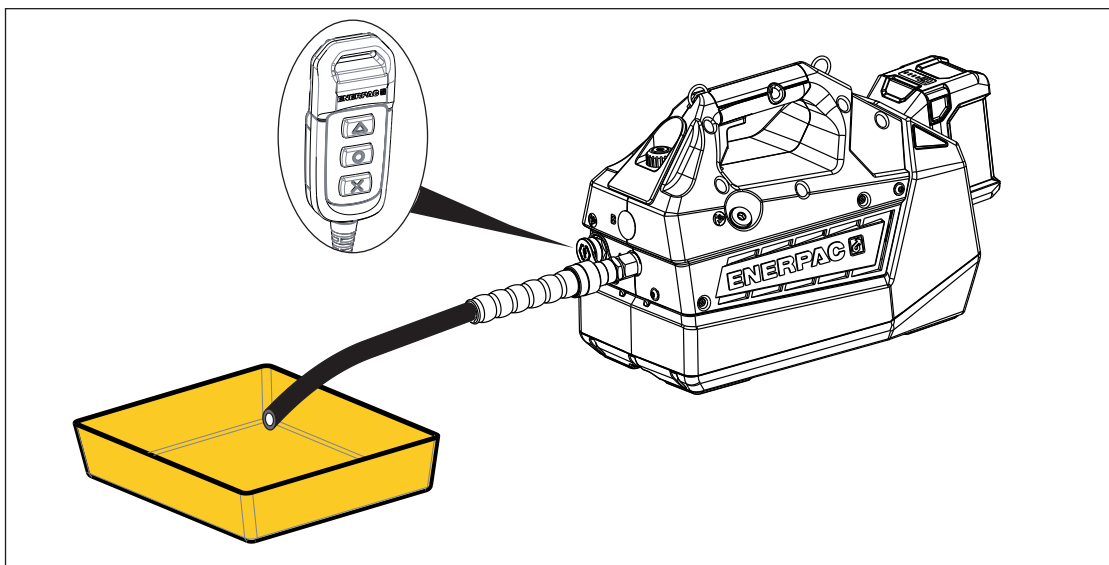

Figura 14: Drenaje del depósito hidráulico
3. Coloque la bomba en una superficie de trabajo plana. Asegúrese de que el interruptor de alimentación de la bomba esté en la posición APAGADA (O).
4. Conecte una manguera con un extremo abierto en el puerto "A" de la bomba. Coloque el extremo abierto de la manguera en una bandeja o recipiente adecuado que sea lo suficientemente grande para recoger todo el aceite usado. Véase Figura 14.
6. Encienda el interruptor de alimentación de la bomba (I).
7. Presione y mantenga presionado el botón de AVANCE LENTO  para poner en marcha el motor y comenzar a drenar el depósito. Deje el motor en marcha hasta que ya no salga aceite del extremo abierto de la manguera. A continuación, suelte el botón de AVANCE LENTO  para apagar el motor. Véase Figura 14.